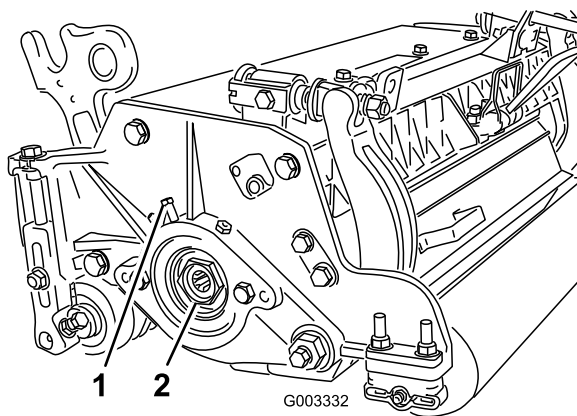

图27
- A. 松开将轴承调节螺母固定至滚刀组左侧轴承座上的外部固定螺丝（图27）。